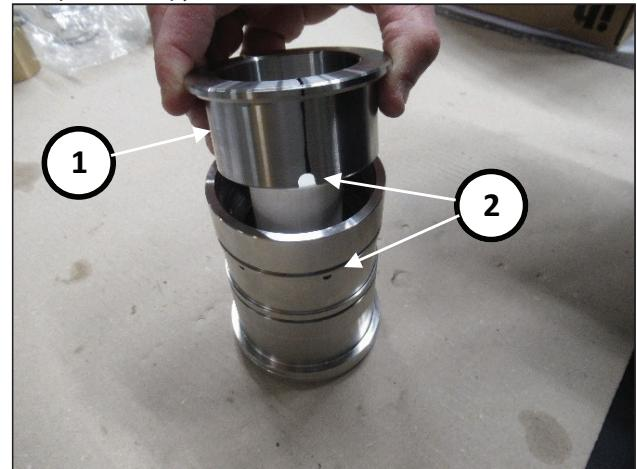

Рис. 177
Вставьте наружное кольцо инструмента, арт. 27945400 (поз. ①, Рис. 177), ориентируя пазы в соответствии с отверстиями в рубашке (поз. ②, Рис. 177).